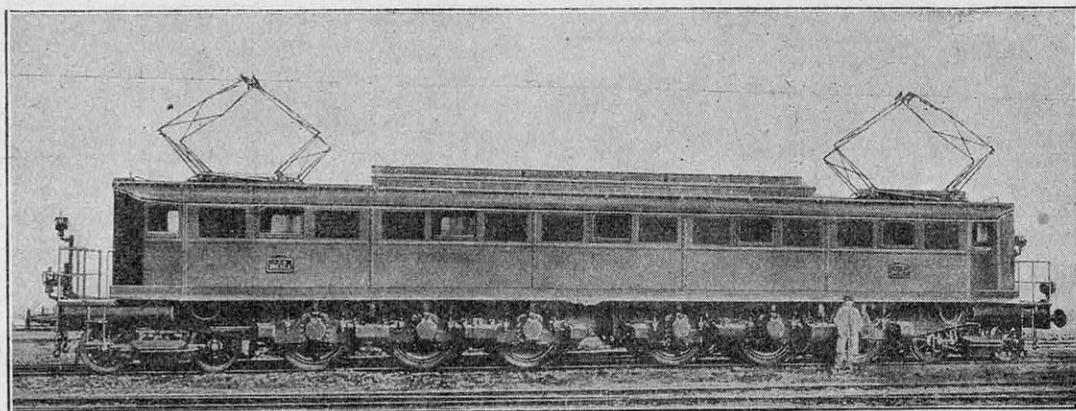

FIG. 8. — LOCOMOTIVE ÉLECTRIQUE DE 6.000 CH, DU P.-L.-M.
de fonctionnement de la locomotive du P.-L.-M., type 2 C C 2 (1), de 6.000 ch, en service sur la ligne de Culoz à Modane. La figure 8 donne une vue d'ensemble de cette machine. On observera comment les couplages des moteurs électriques, qui permettent d'obtenir, pour un même effort de traction, des vitesses différentes, permettent